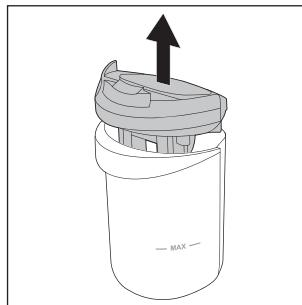

Abb. 21
- ♦ Ziehen Sie den Deckel des Schmutzwasserbehälters ⑨ nach oben aus dem Schmutzwasserbehälter ② (siehe Abb. 21).